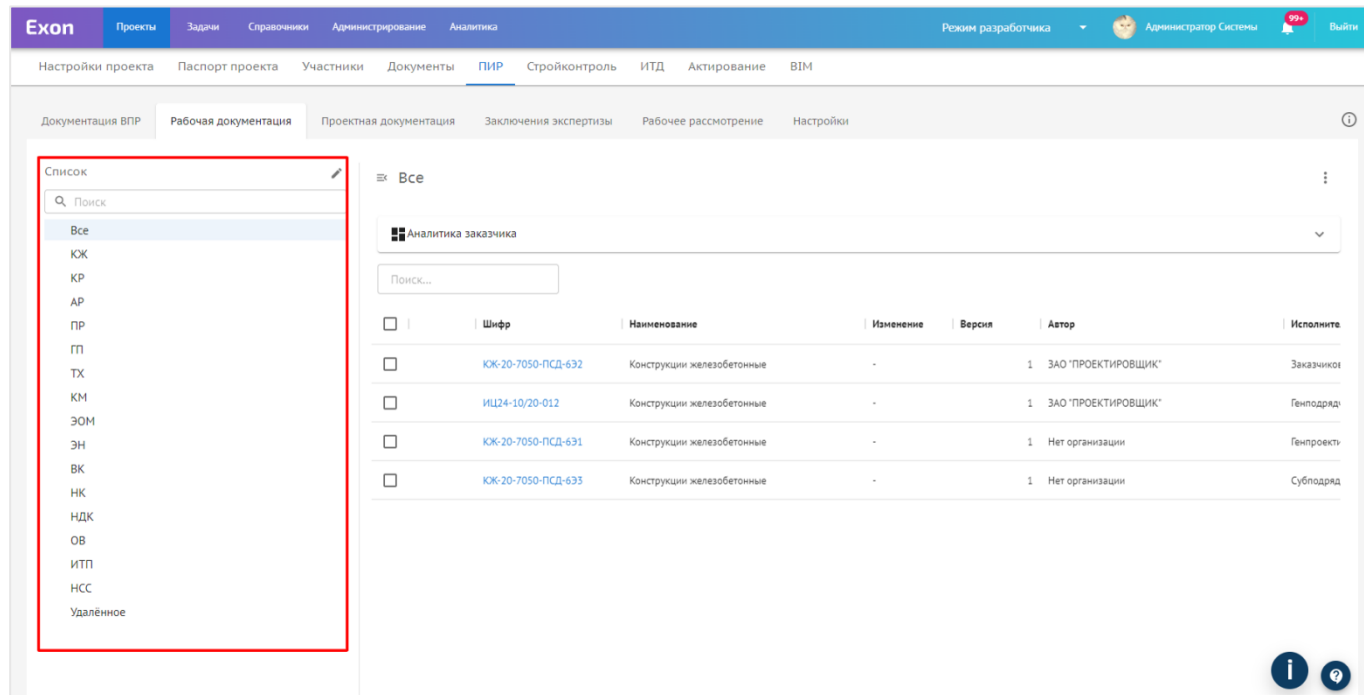

Рис. 12 - Сформированный список разделов
1. Сформировать список разделов, в которые будут загружаться документы (рис. 12);